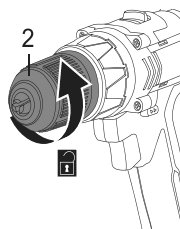

Fig. 1
- > Rode a bucha do mandril (2) para a esquerda até que as pinças do mandril se abram o suficiente para colocar a broca (Fig. 1).